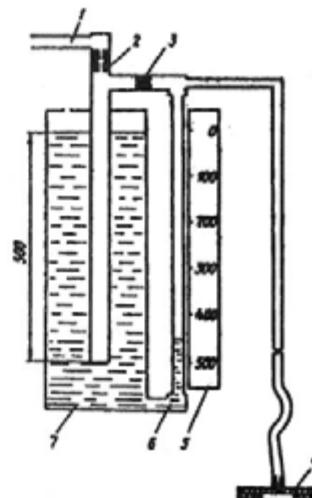

Рис. 32. Принципиальная схема пневматического приспособления для проверки герметичности клапанов:
- с помощью пневматического приспособления низкого давления, принципиальная схема которого изображена на рис. 32.
- подайте сжатый воздух (от компрессора, баллона или от воздушной сети) по шлангу (см. рис. 32) в цилиндр 7 приспособления до получения давления в 500 мм водяного столба по шкале манометрической трубы 6;